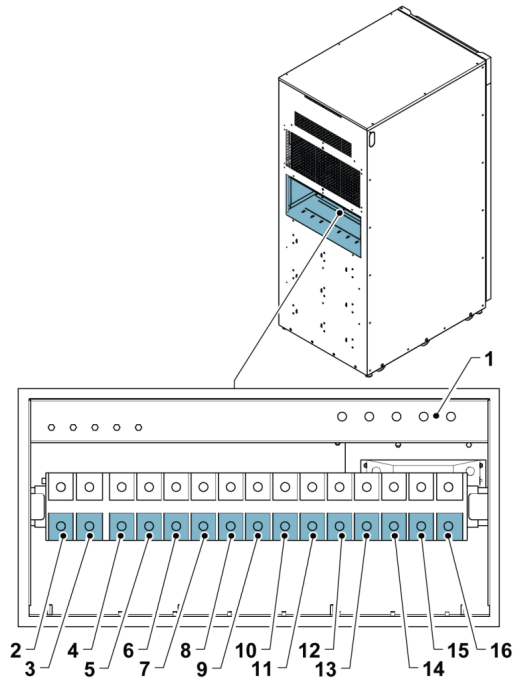
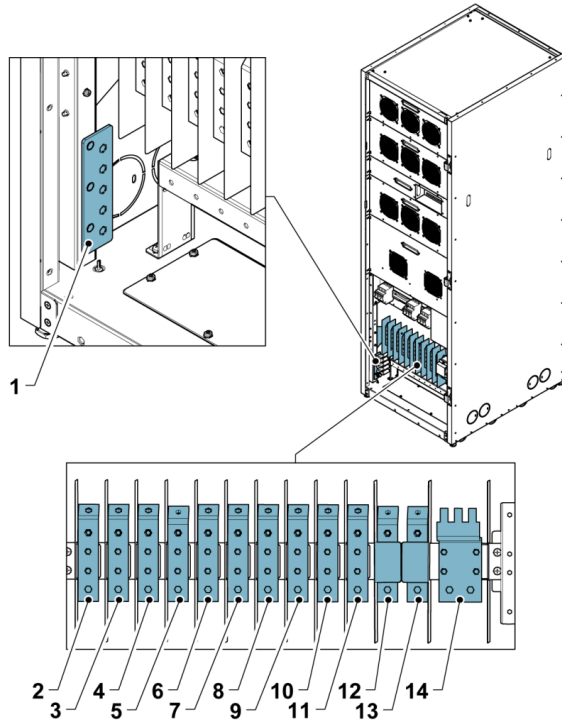

Рис. 15. Расположение клемм питания на 20-40 кВА
Рис. 16 Расположение клемм питания на 60-80 кВА
2. Подведите кабель к клеммной коробке ИБП, заведенный в шкаф через отверстие для кабельного ввода сзади. Для получения информации о подключении кабелей к ИБП и расположении клемм см. Рис. 15 и Рис. 16.
2. Расположение соответствующих клемм, а также требования по проводке и ее подключению Разделы 4.3.3, Таблица 8, Рис. 15 и Рис. 16.